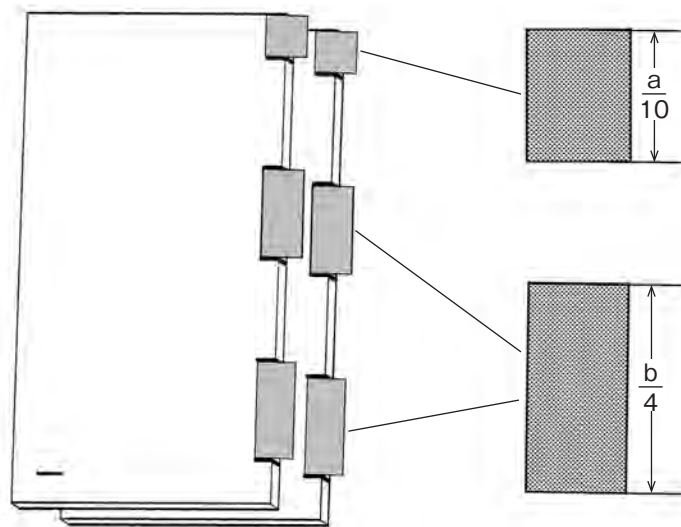

図16 2cmの糊代、濃糊で貼る
- 2 丸印を付けたところに、蝶番のサイズに切った丹頂1「羽根」を4cmほど外に余るように濃糊で貼る（図16）。糊は、羽根にではなくパネルに直接付ける。羽根に糊付けすると紙が伸びて蝶番の精度に影響する。